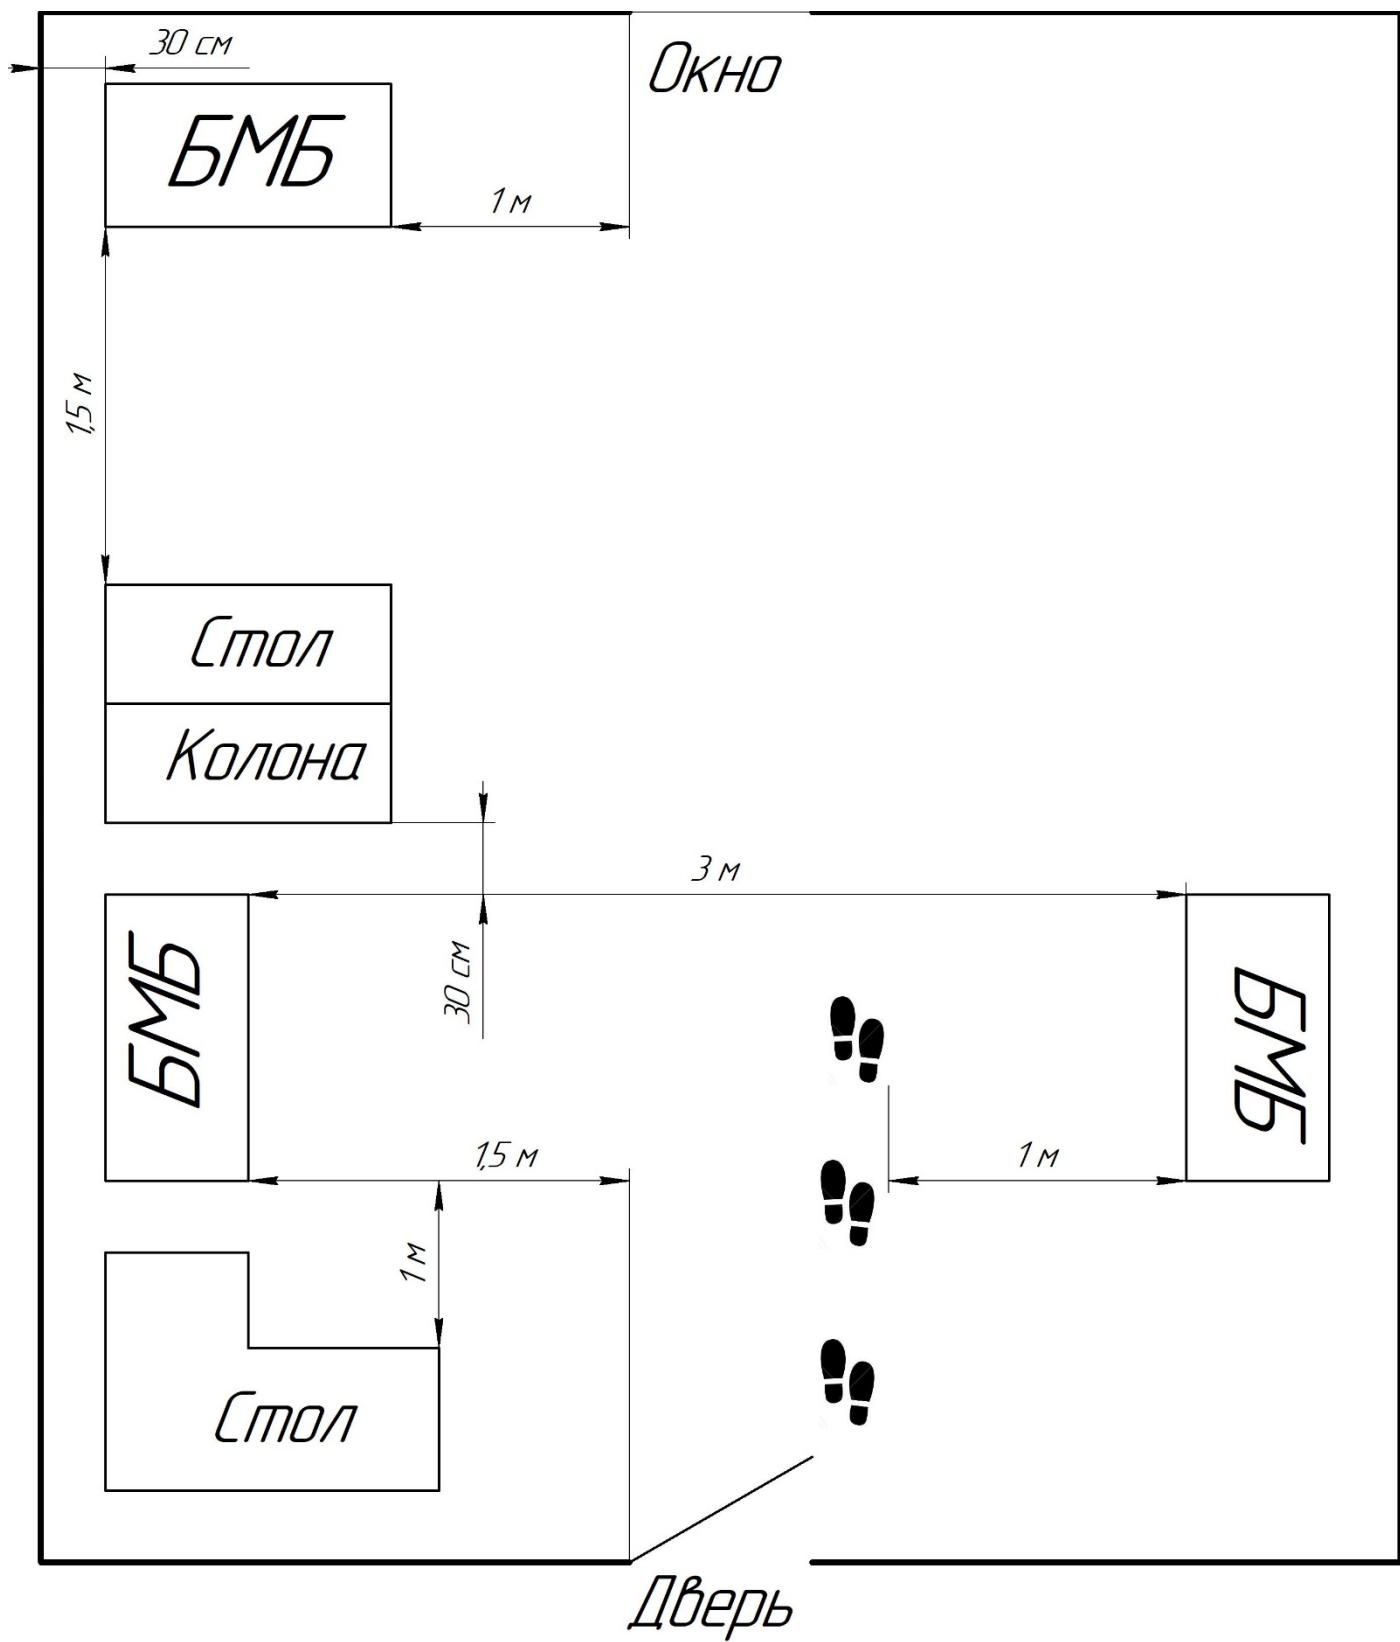

Рисунок 7.2 – Место установки бокса
7.6.2 Бокс должен быть установлен таким образом, чтобы вблизи рабочего проёма не возникали резкие возмущения потоков воздуха. Для эффективной работы бокса существует ряд требований (рис.7.2):